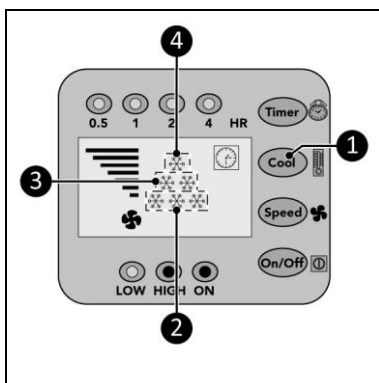

Abbildung 12
1. Drücken Sie die Kühltaste (Abbildung 12, Pos. 1) wiederholt, um die gewünschte Umgebungstemperatur einzustellen:
- 28 °C, das Display zeigt 1 Kühlanzeige an (Abbildung 12, Pos. 4).
- 25 °C, das Display zeigt 2 Kühlanzeigen an (Abbildung 12, Pos. 3).
- 22 °C, das Display zeigt 3 Kühlanzeigen an (Abbildung 12, Pos. 2).
- <22 °C, das Display zeigt 6 Kühlanzeigen an (Abbildung 12, Pos. 2, 3 und 4).